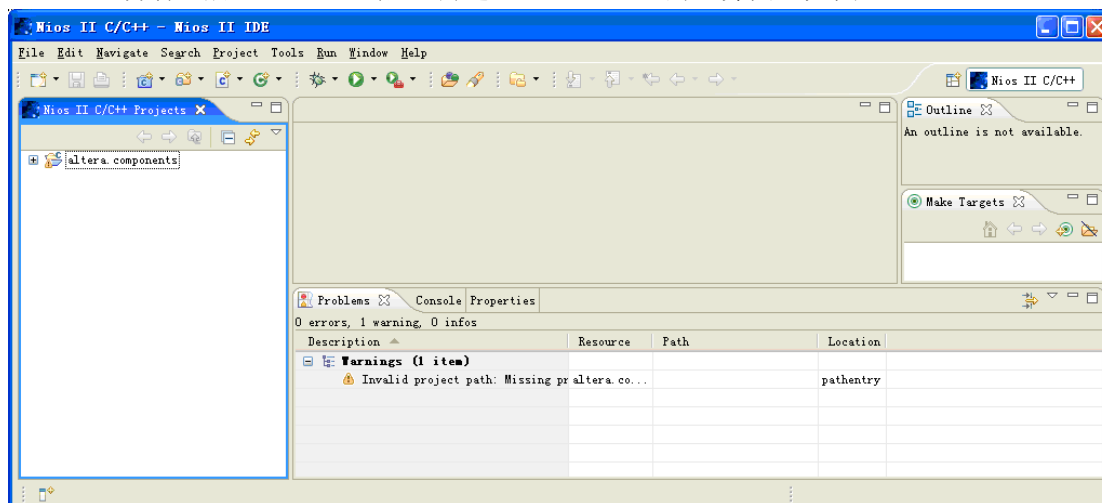

图 6-12 Nios II IDE 的主界面
17. 自动重启 Nios II IDE 后，会进入 Nios II IDE 的主界面，如图 6-12。